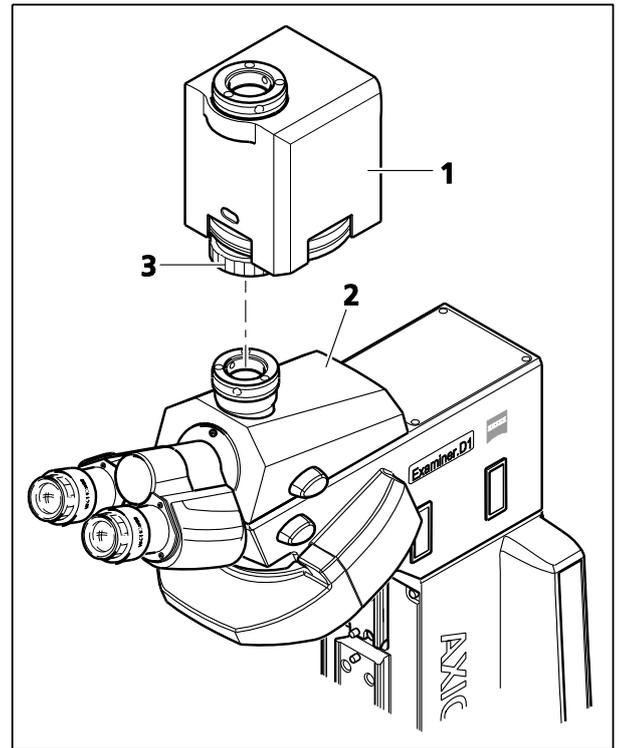

图 3-35 安装变倍器
- 如有需要，从光电管相机插口（图 3-35/2）上取下带适配器（或防尘盖）的相机。
- 将变倍器（图 3-35/1）放在相机插口上并对齐，然后用管接螺母（图 3-35/3）将其固定。